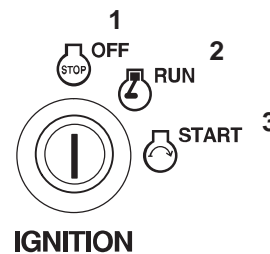

Figure 13
6. Tournez la clé de contact en position de Démarrage pour activer le démarreur. Relâchez-la quand le moteur démarre (Fig. 13).
3. Laissez tourner le moteur au ralenti pendant 60 secondes (Fig. 13).
4. Tournez la clé de contact en position contact coupé (Fig. 13).